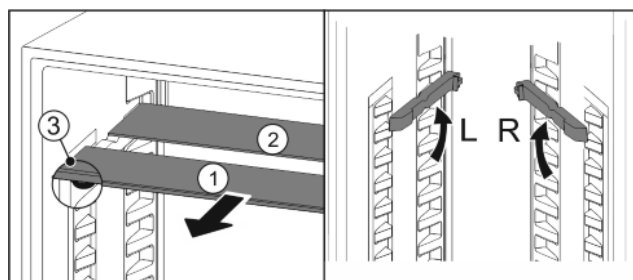

Fig. 19
- Extrageți Fig. 19 (1) pe rând plăcile de sticlă spre înainte.
- ▷ Placa de sticlă Fig. 19 (1) cu opritoarele împotriva extragerii se află în față.
- ▷ Opritoarele arată în jos Fig. 19 (3).